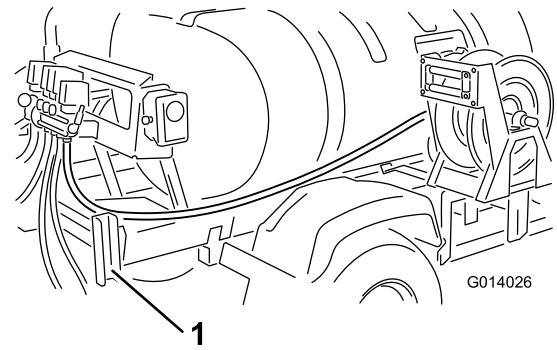

Bild 12
7. Verlegen Sie den Schlauch um den Aufnahmerahmen zum vorher installierten Schlauchtrommelventil (Bild 12).
6. Verlegen Sie den Schlauch entlang des Behältergestells an der Innenseite des rechten Kotflügels im Auslegerstützkanal nach hinten (Bild 12).